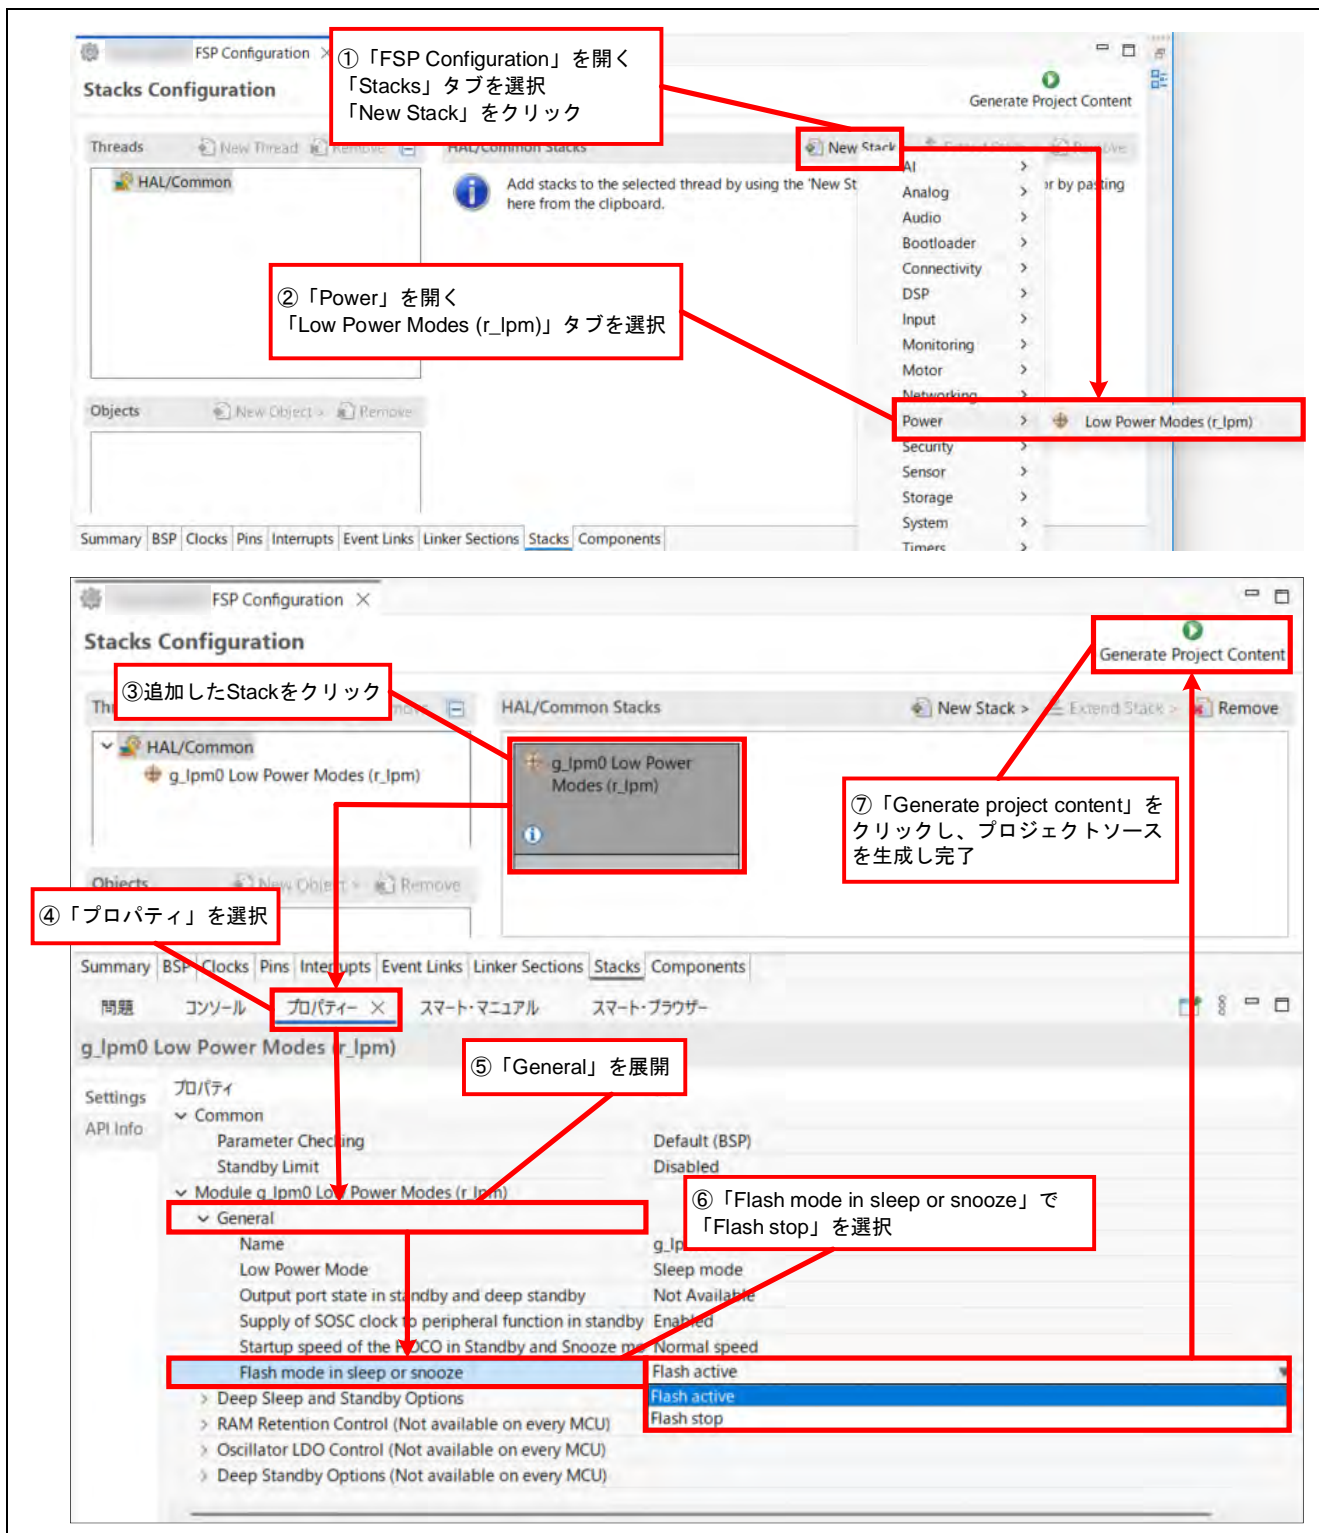

図 2-3 フラッシュ動作の停止設定
- 図 2-3 に FSP でスリープモード中またはスヌーズモード中の、フラッシュ動作を停止するための設定方法を示します。RA0 シリーズでは、スリープモード中またはスヌーズモード中にフラッシュ動作するのがデフォルトの設定です。そのため、フラッシュ動作を停止するためには図 2-3 の手順を実行する必要があります。